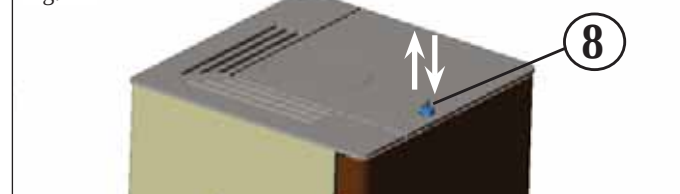

Fig. 3 - Particolare apertura portello scorrevole
- Un perfetto tiraggio è dato soprattutto da una canna fumaria libera da ostacoli quali: strozzature, percorsi orizzontali, spigoli; eventuali spostamenti di asse dovranno avere un percorso inclinato con angolazione massima di 45° rispetto alla verticale (fig. 3).